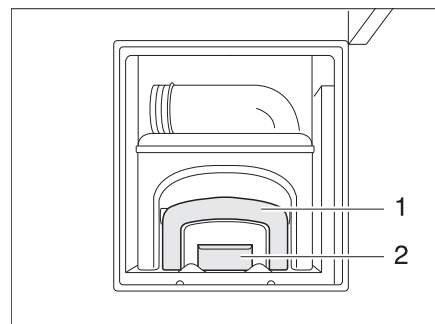

Bild 277 Zugang Fäkalientank, geöffnet
- Entriegelung (Bild 277,2) betätigen und Fäkalientank (Kassette) am Griff (Bild 277,1) herausziehen.